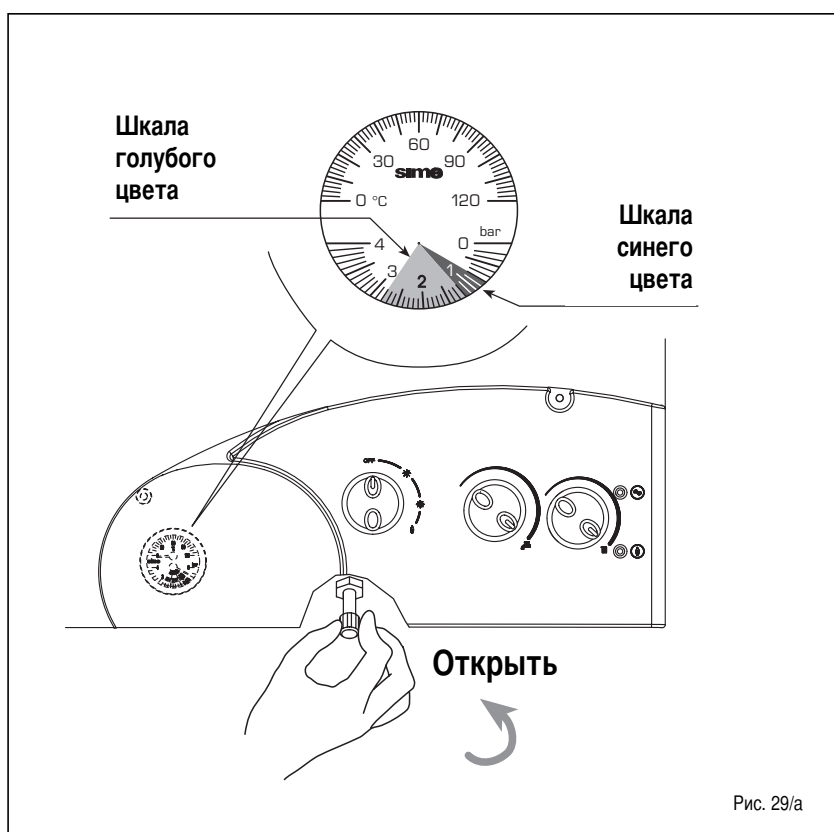

Рис. 29/а
- **Другие неисправности** (Рис. 29/б)